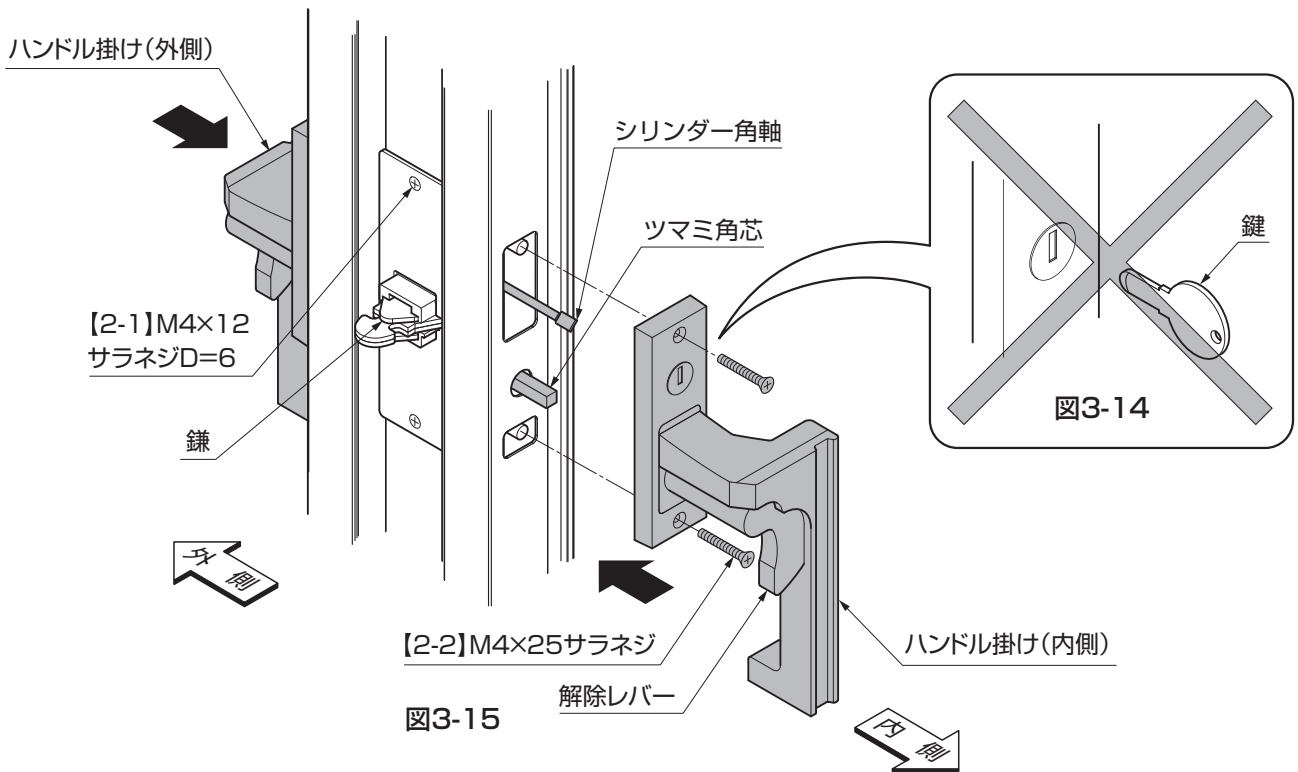

図3-15
- ①ハンドル掛け側(外側)のシャフトを伸縮門扉本体の外側より挿入してください。(図3-15参照)
- ②シリンダー角軸をハンドル掛け側(外側)のシリンダーへ、ツマミ角芯をツマミへ挿入してください。(図3-15、図3-16参照)